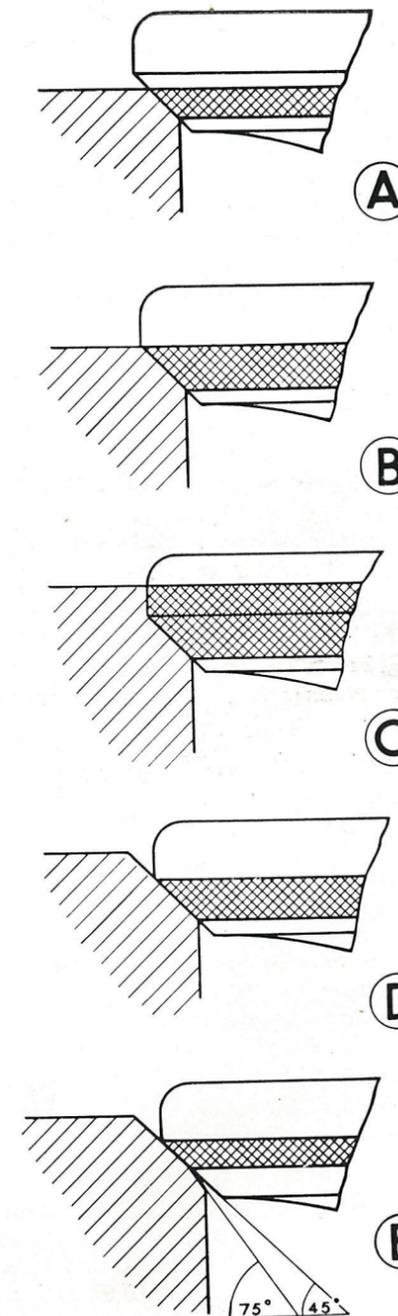

FIG. 12
La figure 12 reproduit des exemples types de soupapes et de sièges devant être rectifiés.
- La figure 12 A montre une soupape neuve reposant convenablement; sa surface de contact avec le siège est située dans le milieu du chanfrein de soupape et couvre approximativement la moitié de la largeur de ce chanfrein.
- Enfin la figure 12 E montre un siège dont la portée a été ramenée aux dimensions normales par l'emploi d'une fraise de  $70^\circ$ . De cette sorte, il n'y a que la moitié du chanfrein de la soupape qui soit en contact avec le siège.